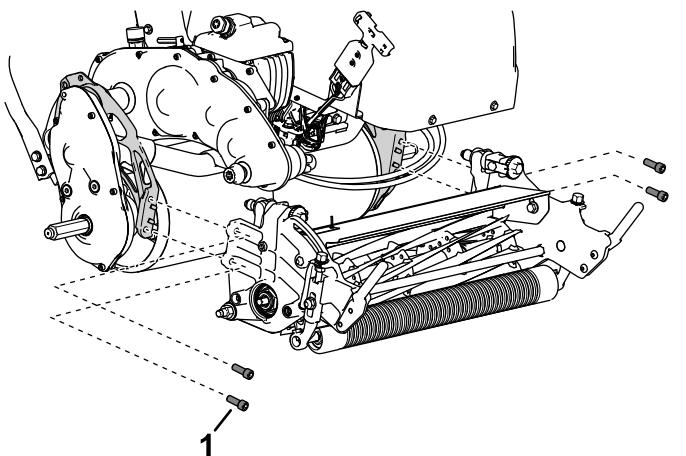

Figura 41
5. Utilice 4 tornillos allen para sujetar la unidad de corte al bastidor (Figura 41).